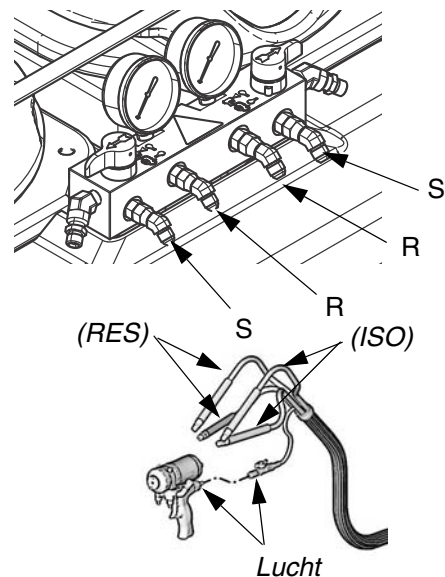

FIG. 5
1. Sluit de toevoerslangen voor de vloeistof aan op de aansluitingen voor de slanguitlaat (R, FIG. 5). Rode slangen voor ISO, blauwe slangen voor RES. De fittingen zijn verschillend van formaat om verkeerde aansluitingen te voorkomen. Sluit het andere uiteinde van de slangen aan op de ISO- en RES-ingangen van het pistool.
2. Sluit de hercirculatieslangen vanuit de hercirculatiepunten van het pistool aan op de aansluitpunten (S).